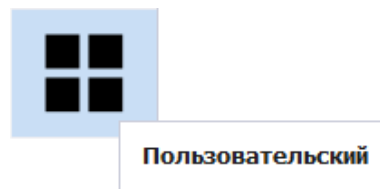

Рис. 48 Тип фигуры «Пользовательский»
1. Выбрать тип фигуры «Пользовательский» из перечня фигур форм конструктивного объекта, см. Рис. 48.